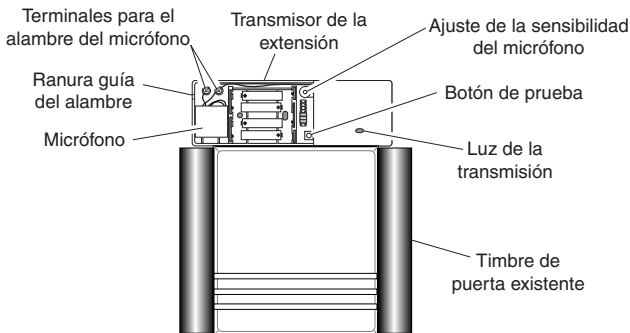

Figura 5
3. Con el transmisor de la extensión todavía en el lugar deseado, active la campana existente en la puerta. Si la campana contra la intemperie suena, proceda con el paso 6. Si no suena, pruebe el transmisor de extensión en diferentes posiciones o aumente la sensibilidad del micrófono (Figura 5) girando el ajuste de sensibilidad del micrófono en sentido horario. En algunos casos puede ser necesario sacar el micrófono removible de la caja del transmisor y montarlo directamente sobre la caja de la campana existente o dentro de la caja de la campana existente sobre una cámara